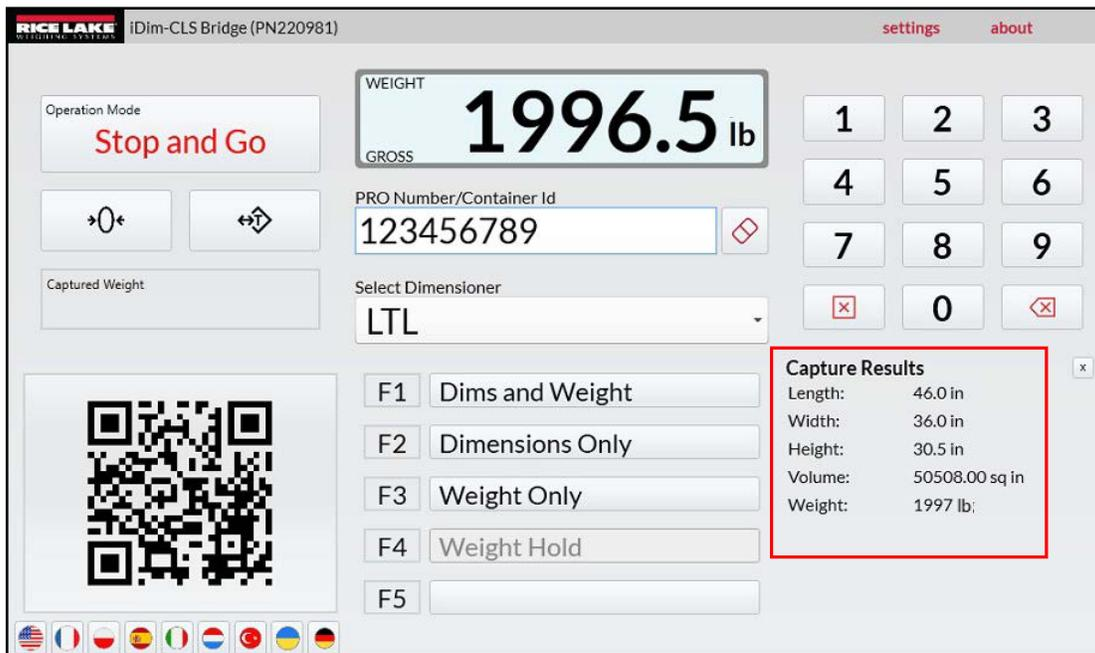

Figure 5-4. Résultats de pesage sous forme de données numériques
- **As Text (Sous forme de texte)** : Affiche les résultats de poids sous forme de données numériques (reportez-vous à la Section Figure 5-4., page 17)